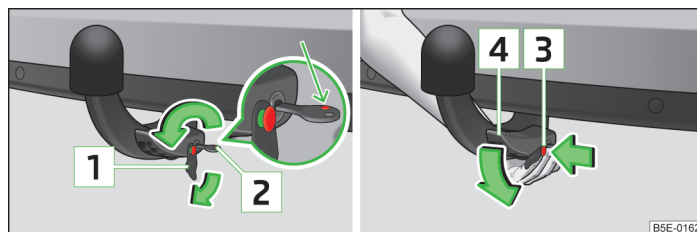

Fig. 156 Deblocarea manetei de operare a tijei cuplei / slăbiți tija cuplei
- Scoateți capacul **1** » fig. 156 de pe încuietoarea tijei cuplei în sensul săgeții.